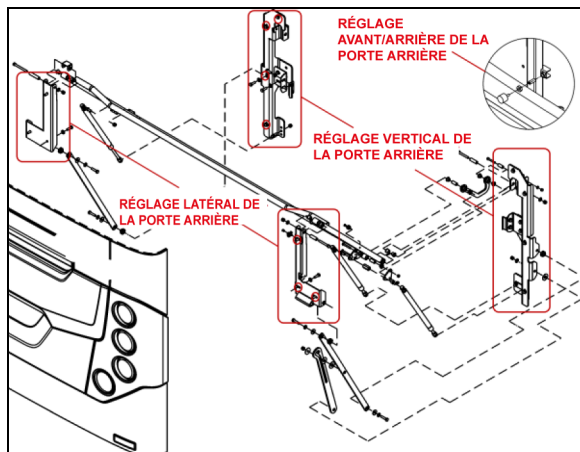

FIGURE 109 : PORTE DU COMPARTIMENT MOTEUR
1. Pour ajuster la position VERTICALE de la porte, desserrer les boulons (quatre de chaque côté) qui fixent le bras de support de la porte et la patte de fixation des ressorts à gaz à la structure du véhicule (Figure 109).
2. Pour ajuster la position LATÉRALE de la porte, desserrer les boulons (trois de chaque côté) qui fixent le bras de support de la porte et la patte de fixation des ressorts à gaz à la porte (Figure 109).
3. Pour ajuster la position de la porte vers l'avant ou l'arrière, visser ou dévisser les butées en caoutchouc de chaque côté de l'ouverture de la porte (Figure 109).